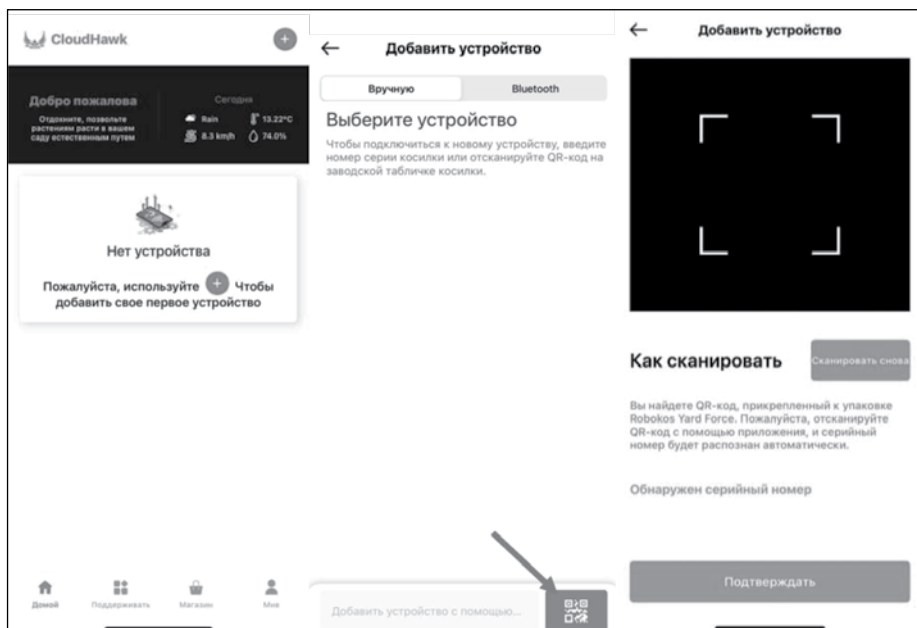

Рис. 35
- Введите или отсканируйте серийный номер устройства (SN). SN и соответствующий QR-код указаны на корпусе газонокосилки. После этого вы сможете найти и добавить устройство (рис. 35).